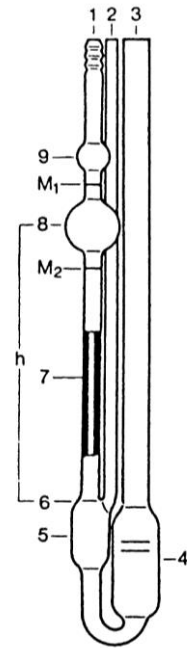

Abb. 2: UBBELOHDE-Viskosimeter
1. Die mittlere wirksame statische Druckhöhe h (Abb. 2) ist mit
Das UBBELOHDE-Viskosimeter hängt, wie in Abb. 2 dargestellt, senkrecht. Die mittlere wirksame Druckdifferenz ist somit gegeben durch